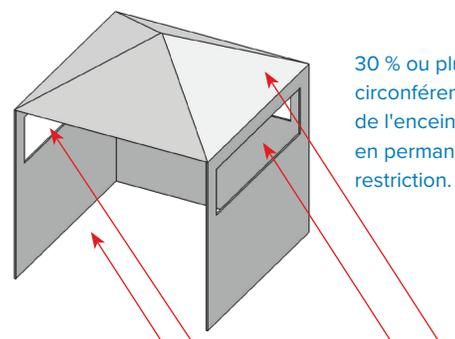

Fig. 4
- Un appareil est considéré comme étant en extérieur s'il est installé sous un abri partiel comportant un toit et trois murs latéraux, tant que 30 % ou plus du périmètre horizontal de l'enceinte est définitivement ouvert. (Fig. 4 & Fig. 5)